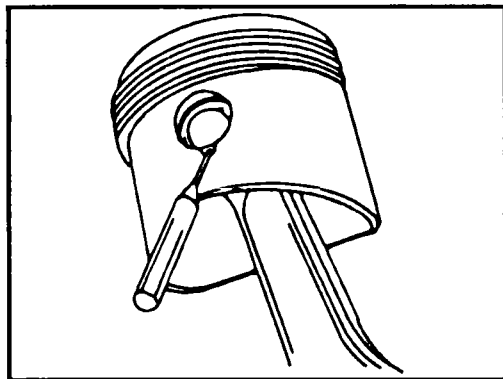

Рис. 2.35 Демонтаж стопорного кольца
- ◆ Удалите пружинные стопорные кольца и вытолкните поршневые пальцы. Углубление на краю отверстия для поршневого пальца позволяет снять стопорное кольцо, как это показано на рис. 2.35.